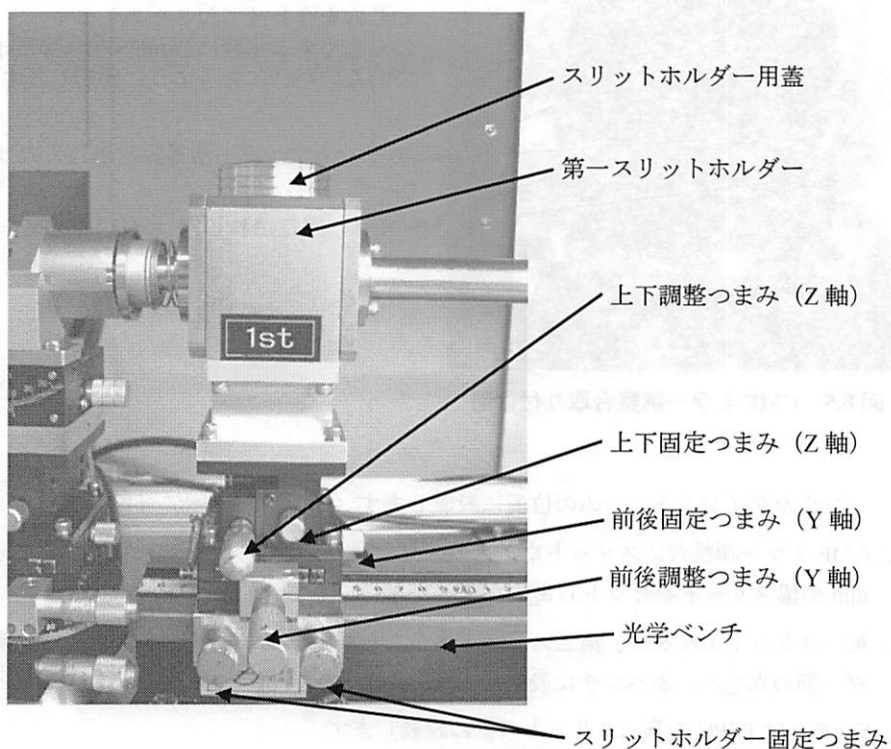

図 8.7 第一スリット
8. 第一スリット、第二スリットの各軸を原点の位置にします ($Z=5\text{ mm}$, $Y=6.5\text{ mm}$) (図 8.7 を参照)